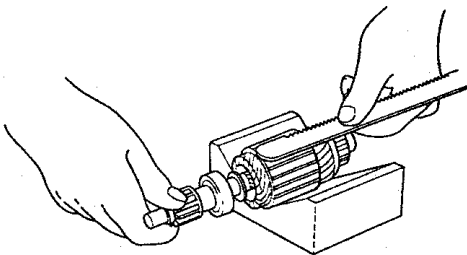

图 9-19 检查电枢绕组对搭铁短路情况
9) 如图 9-19 所示, 将电枢放在电枢测试仪上, 握住一条钢锯片, 并将其放在电枢铁芯上。在铁心转动时, 如果锯片被吸到铁心上或出现振动, 则说明电枢短路, 应更换电枢。